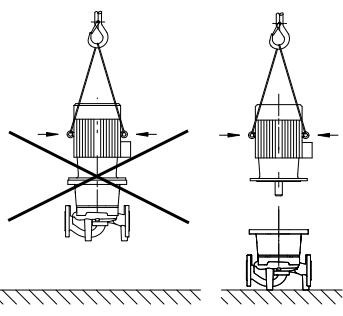

Fig. 7 : Transport du moteur
- Les œillets de transport du moteur sont exclusivement dédiés au transport du moteur et non de la pompe complète (fig. 7).